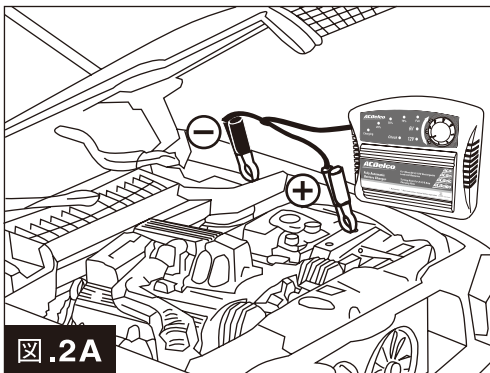

図.2A
- 5.マイナス端子が自動車本体にアースされている場合(図2A参照)には、バッテリーチャージャーのプラスクリップ(赤色)をバッテリーのアースされていないプラス端子に接続します。